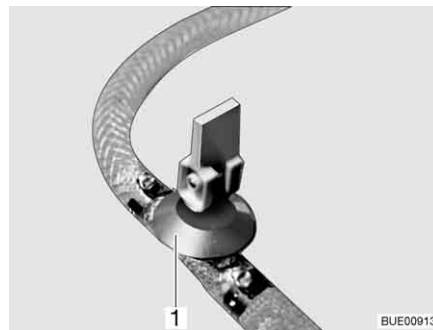

Fig. 179 Rubinetto di scarico
- Chiudere il rubinetto/i rubinetti di scarico. A questo scopo posizionare orizzontalmente la leva a bilanciere (Fig. 179,1).
- Aprire il rubinetto/i rubinetti di scarico (Fig. 179). A questo scopo posizionare verticalmente la leva a bilanciere (Fig. 179,1). Il boiler viene svuotato verso l'esterno.